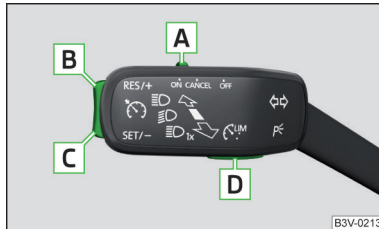

Abb. 300
Übersicht der Bedienelemente der GRA » Abb. 300
- Durch das Drücken der Taste **D** » Abb. 300 während der Regelung wird diese abgebrochen und es wird der Geschwindigkeitsbegrenzer aktiviert.